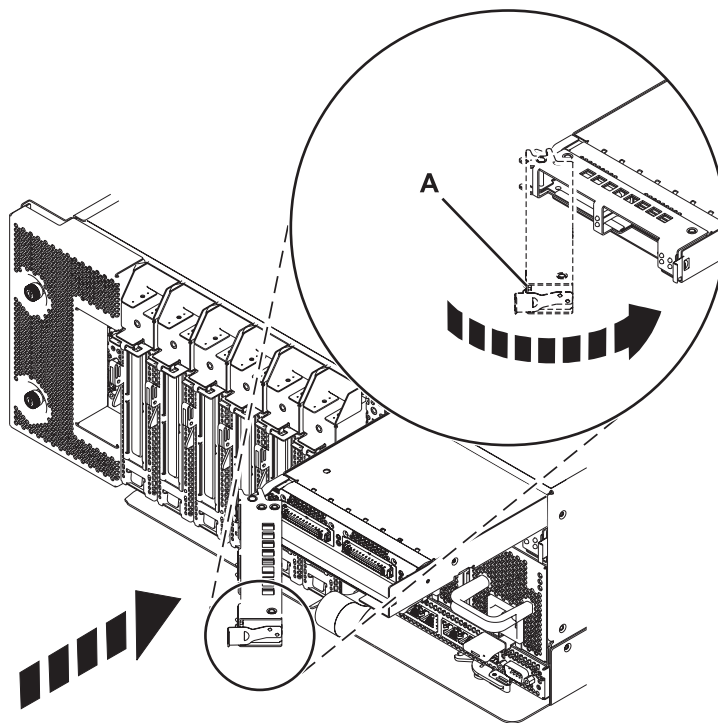

Figura 2. Instal·lació d'un adaptador GX al sistema
12. Feu girar la coberta de l'adaptador en la direcció que es mostra a Figura 2 a la pàgina 6 i empenyeu-la cap a la targeta fins que la pestanya de bloqueig (A) quedi ben encaixada.